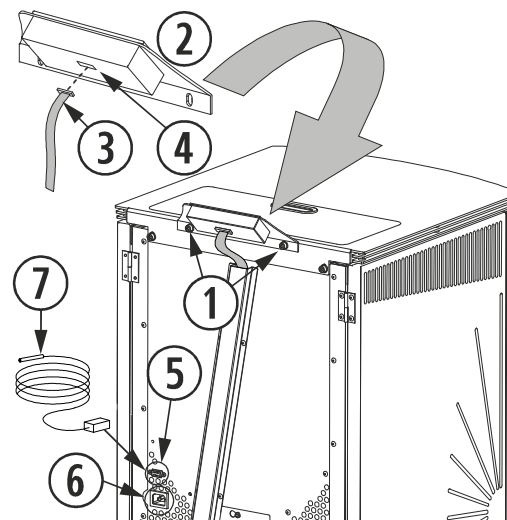

Figura 9
Devemos ajustar os parafusos que fixam o suporte à estufa (①), como se indica na *figura 9*, ligar a fita plana de ligação do teclado (③), que está na parte traseira presa com uma fita adesiva e ligá-la ao teclado (④), só tem uma posição de ligação.
A sonda de ambiente (⑦) e o cabo de alimentação ligam-se na parte traseira da estufa indica a *figura 9* (*Vigo*). Saberemos que a estufa o reconhece porque veremos a temperatura ambiente no painel de comandos. Se ligarmos um termostato ou contacto, no lugar de visualizar a temperatura ambiente aparecerá (·) indicando-nos que há algo ligado na porta de comunicação.